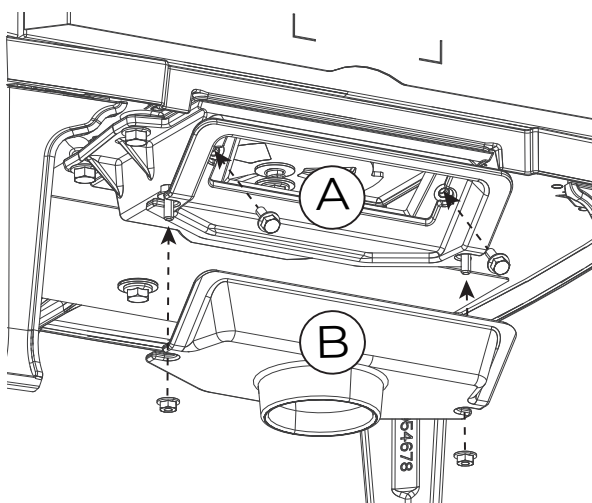

Abb. 5.11
3	Drehen Sie den Adapter (B) und die Maske (A) um 180° und setzen Sie sie mit denselben Schrauben, die Sie zuvor entfernt haben, wieder in den unteren Teil des Ofens ein (Abb. 5.11)